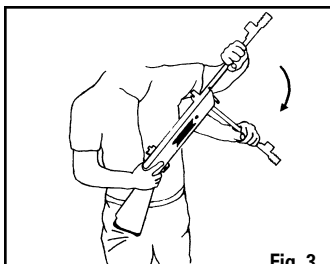

Fig. 3
- Tome el rifle por la empuñadura con una mano y coloque la otra mano alrededor del cañón (Fig. 3).